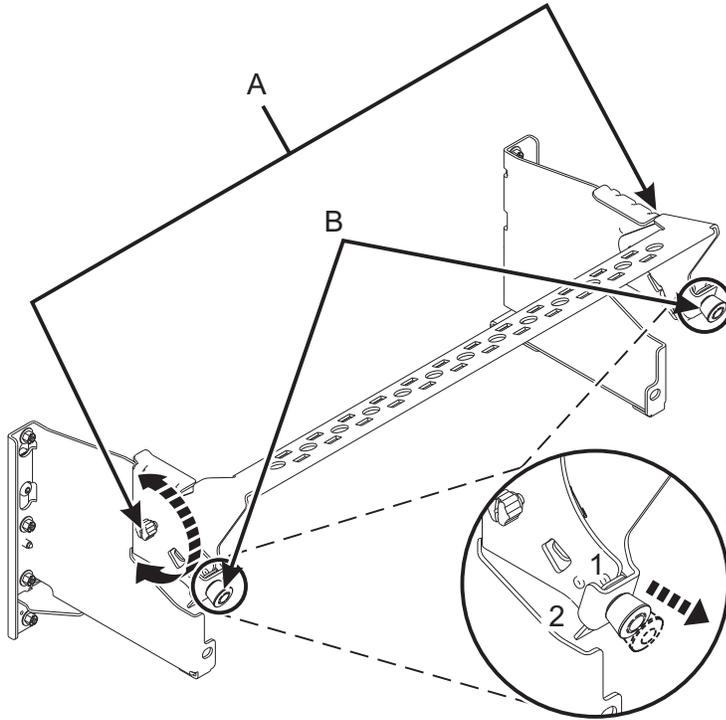

図 22. ケーブル管理ブラケットの保守位置への設置
4. ケーブル管理ブラケットを保守位置に置きます。 23 ページの図 22を参照してください。
- a. つまみねじ (A) を反時計回りに回転させて、ケーブル管理ブラケットを緩めます。
- b. 1/4 回転ファスナー (B) を引き出し、ケーブル管理ブラケットを上げた位置まで持ち上げながら、それらのファスナーを回転させて解放します。
- c. 1/4 回転ファスナー (B) を回転させ、ブラケットにかみ合わせて所定の位置にロックします。